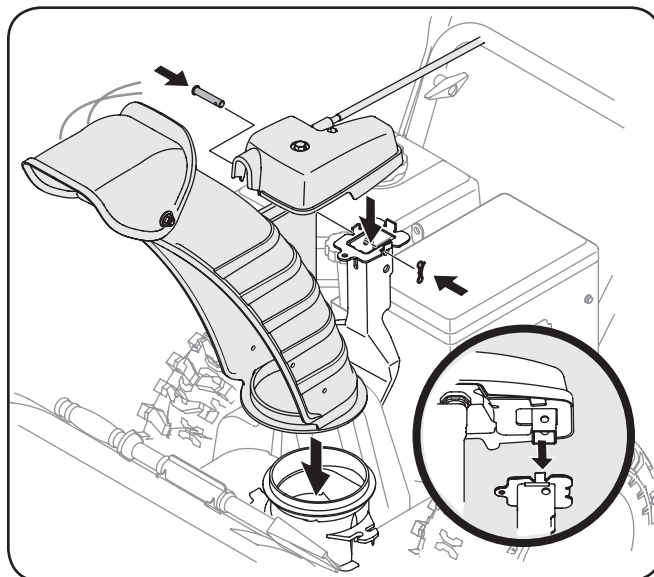

Figura 3-5
3. Lugar en la tolva tolva de base y garantizar la varilla hexagonal está situado bajo el asa del panel. La cabeza seguro control del canal de soporte de soporte del canal con el pasador de horquilla y pajarita pasador extraído en el paso 1. Vea la Figura 3-5.